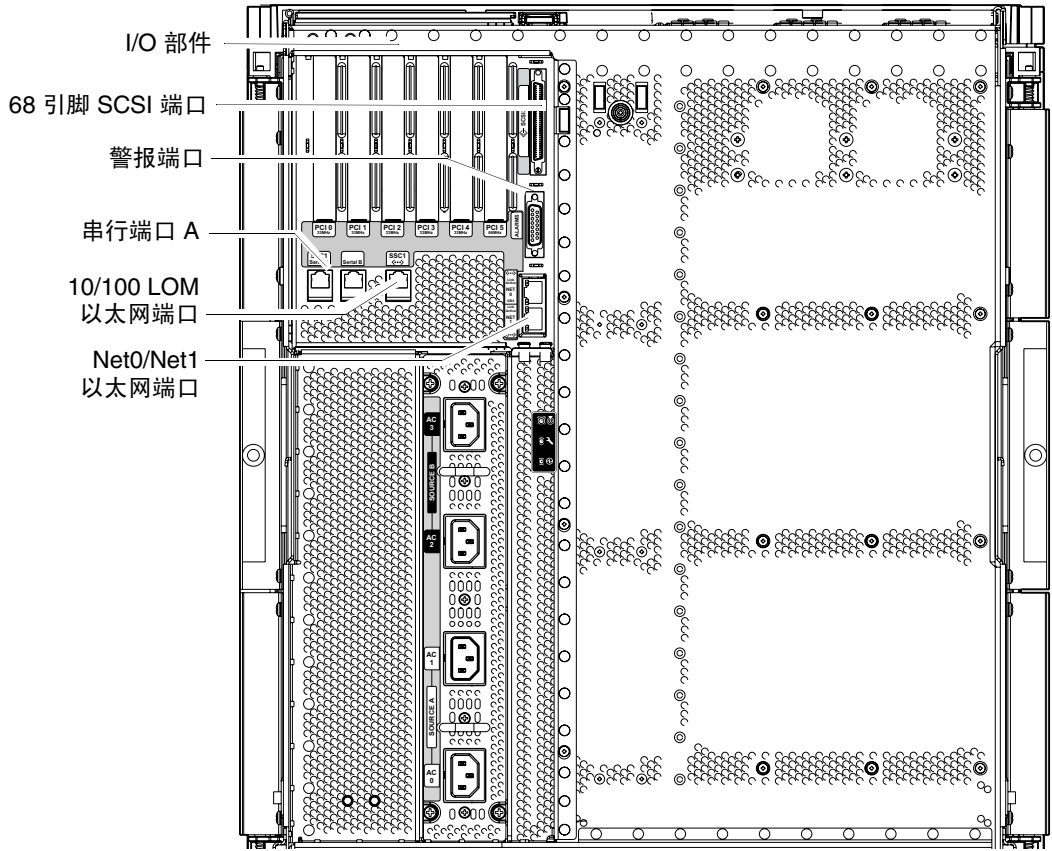

图 1-18 系统控制器和 I/O 部件位置
1. 将 I/O 以太网电缆的一端连接到 Net0/Net1 以太网端口（图 1-18）。